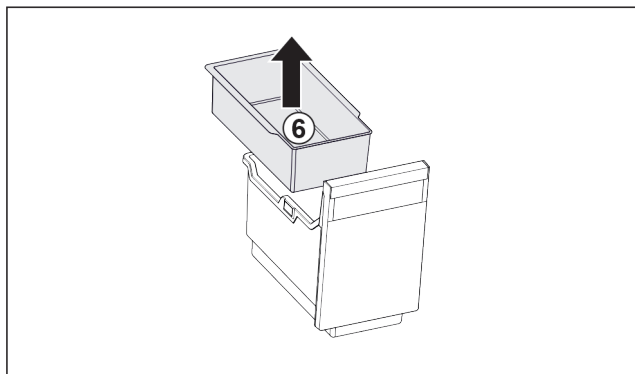

Fig. 26
- Saque Fig. 26 (6) el recipiente.